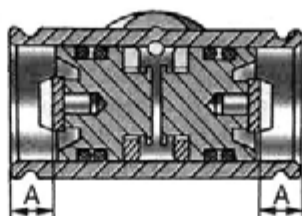

Рис. 7.21. Положение упорных колец в цилиндрах
- проверить расположение прорези упорного кольца автоматической регулировки, которая должна быть в вертикальной плоскости. Глубина «А» (рис. 7.21) установки упорного кольца в колесном цилиндре должна соответствовать $11^{+0,5}$ мм;